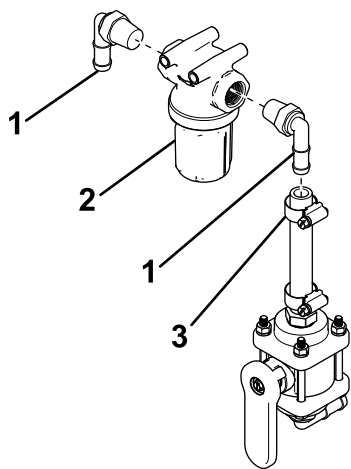

**Figura 31**
3. Instale un acoplamiento de manguera de 90° en la parte inferior de la válvula de bola (Figura 31).
4. Instale un acoplamiento recto en la parte superior de la válvula de bola (Figura 31).
5. Sujete la manguera de 4 $\frac{3}{4}$ " (9,5 cm) al acoplamiento recto con una abrazadera (Figura 31).